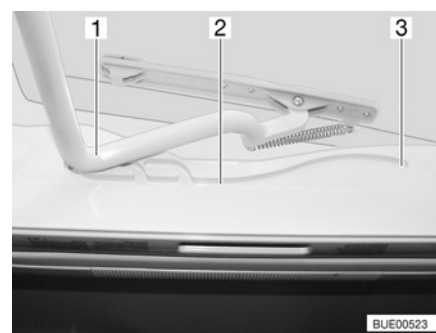

Bild 37 Heki-Dachhaube, Führung
- Den Bügel (Bild 37,1) in den Führungen (Bild 37,2) bis in die hinterste Position (Bild 37,3) ziehen.
- Den Bügel (Bild 37,1) mit beiden Händen leicht nach oben drücken.
- Den Bügel in den Führungen (Bild 37,2) bis zur gewünschten Stellung ziehen.